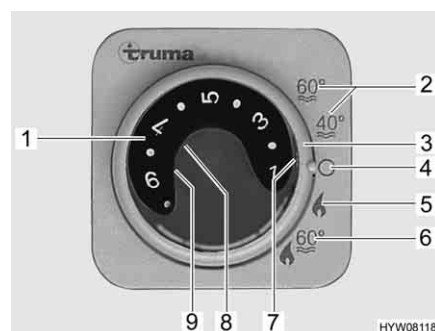

Fig. 127 Centralina di controllo per riscaldamento/boiler
- Impostare la modalità di funzionamento tramite l'interruttore girevole (Fig. 127,3).
A seconda della temperatura ambiente desiderata, il riscaldamento seleziona automaticamente il livello del bruciatore necessario. Al raggiungimento della temperatura ambiente desiderata, il bruciatore si spegne. Durante la modalità di funzionamento "Riscaldamento e boiler" (Fig. 127,6) è riscaldata anche l'acqua nel boiler. Nella modalità di funzionamento "Riscaldamento senza boiler" (Fig. 127,5) è possibile far funzionare il riscaldamento con il boiler vuoto.
- Impostare la manopola della temperatura (Fig. 127,1) sulla centralina di controllo scegliendo la potenza desiderata.
- Posizionare l'interruttore girevole (Fig. 127,3) su funzionamento invernale "Riscaldamento senza boiler" (Fig. 127,5) o "Riscaldamento e boiler" (Fig. 127,6).
Si accende la spia verde di controllo (Fig. 127,7).
- Posizionare l'interruttore girevole (Fig. 127,3) su "O" (Fig. 127,4).
La combinazione funzionamento a gas e funzionamento elettrico a 230 V diminuisce il tempo di riscaldamento del veicolo (è possibile solo se il riscaldamento viene impostato sulla centralina di controllo (Fig. 127) su funzionamento invernale).